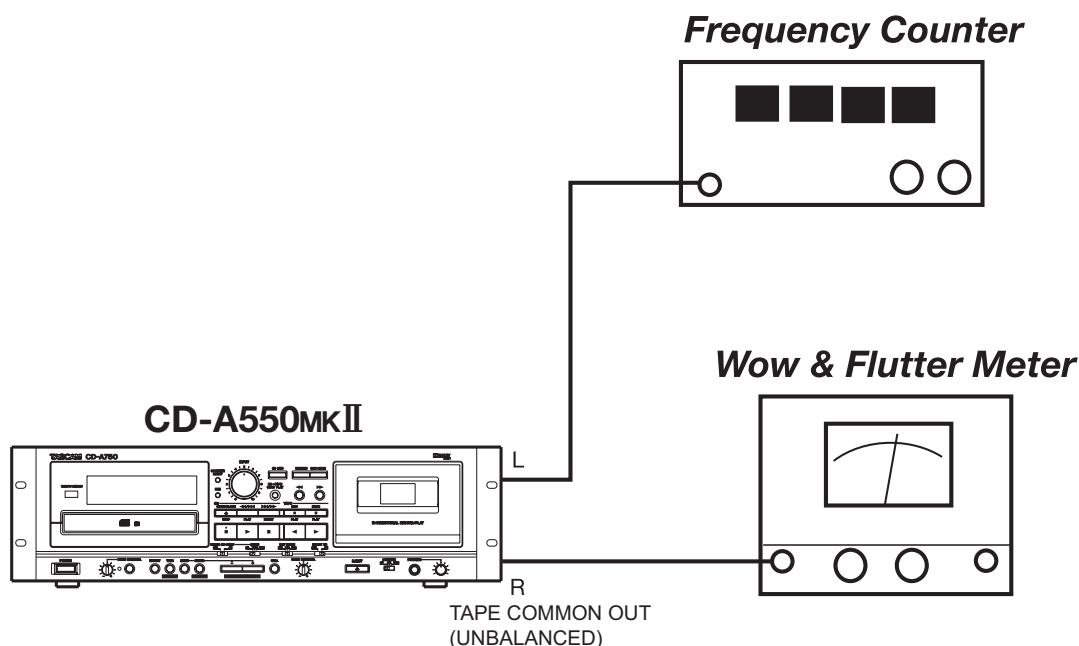

Fig. 1
- (1) Connect a frequency counter to the deck as shown in Fig. 1.
- (2) Load a MTT-111N test tape and play in FWD direction the beginning of the test tape.
- (1) Connect a wow-and-flutter meter to the deck as shown in Fig. 1.
- (2) Load and play a MTT-111N test tape.
- (3) Check that the readings on the wow-and-flutter meter is within  $0.25\%$  (WRMS).
- (1) Fig. 1 のように周波数カウンターを接続する。
- (2) テストテープ MTT-111N の巻き始め部を FWD 方向で再生する。
- (1) Fig. 1 のようにワウフラッタメーターを接続する。
- (2) テストテープ MTT-111N を再生する。
- (3) ワウフラッタ値が  $0.25\%$  (WRMS) 以内であること。